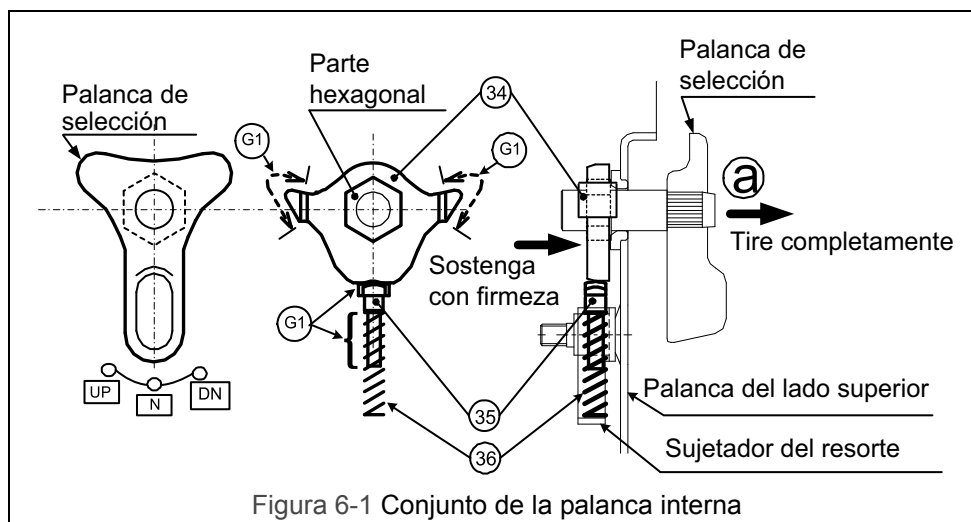

Figura 6-1 Conjunto de la palanca interna
Consulte la Figura 6-1, proceda como sigue:
- 1) Fije la palanca del selector en el conjunto de la palanca (37) en la posición 'N'.
- 2) Con la palanca del selector accionada en la dirección 'a', como se muestra en la ilustración de la izquierda, inserte la parte hexagonal de la palanca del selector dentro del trinquete del selector (34).
- 3) Aplique una capa ligera de grasa (G1) para el trinquete de selección (34) y a la parte superior de la flecha del resorte (35) como se muestra en Figura 6-1.
- 4) Inserte la flecha del resorte (35) dentro del resorte del trinquete selector (36) y sujételos dentro del sujetador del resorte.